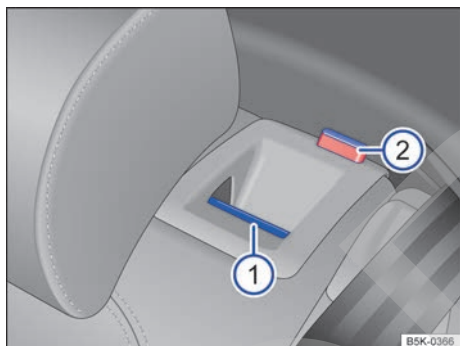

Fig. 76 En el respaldo del asiento trasero: tecla de desbloqueo ①; marca roja ②.
- Tire de la tecla de desbloqueo → fig. 76 ① hacia delante y, al mismo tiempo, abata el respaldo hacia delante.
- La parte en cuestión del respaldo está desbloqueada cuando se ve la marca roja ②.
El respaldo del asiento trasero está desbloqueado cuando se ve la marca roja → fig. 76 ②.